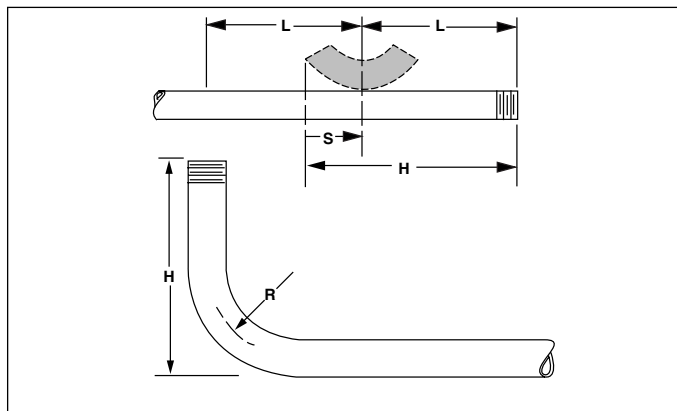

Abbildung 5
- Den gewünschten Biegepunkt (H) auf dem geraden Rohr markieren (siehe Abbildung 5).
- Die zu biegende Rohrgröße in Tabelle 1 suchen und das Rücksetzmaß (S) entnehmen.
- Das hintere Maß bestimmen (Rücksetzmaß (S) abziehen und Rohr markieren).